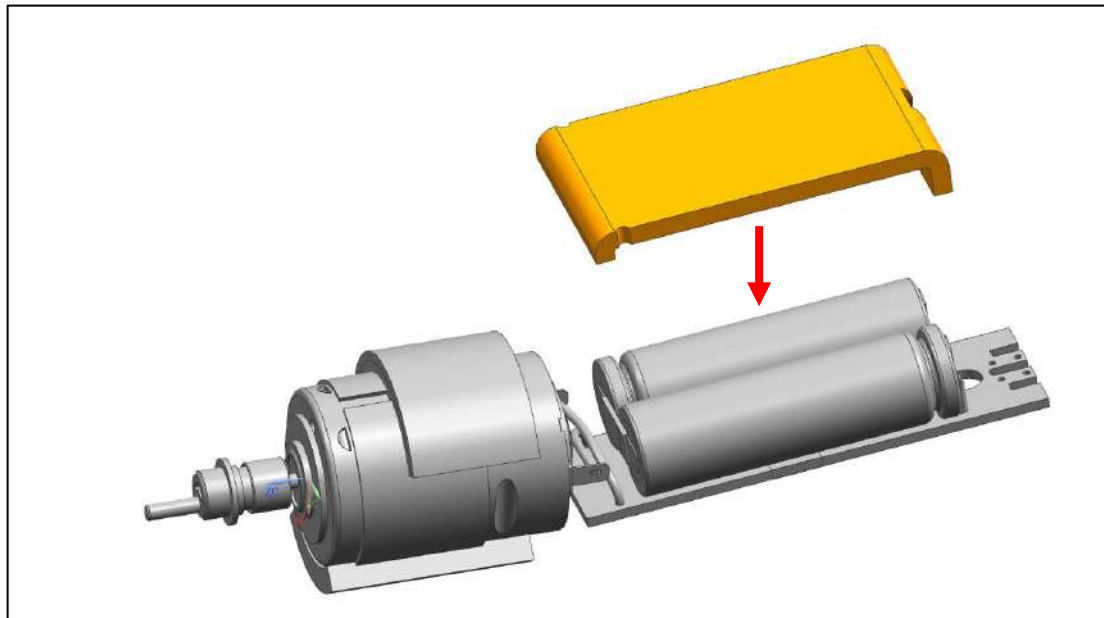

Abb. 37
a) Kleben Sie die Einlage auf den Akku auf (Abb. 37).